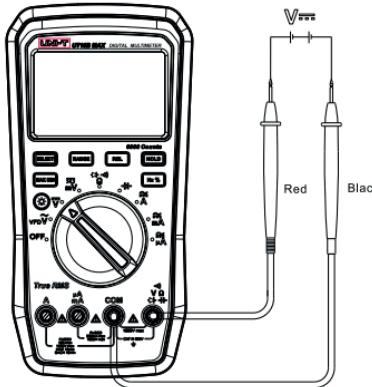

Рисунок 4
2. Измерение постоянного напряжения (рисунок 4)